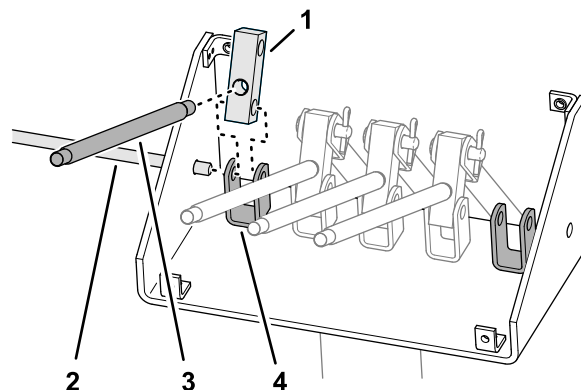

Figure 25
- Alignez le trou dans le bloc de levier et les trous dans le support de biellette de commande à l'extrême gauche (Figure 25).
- Insérez un levier dans un bloc (Figure 25).